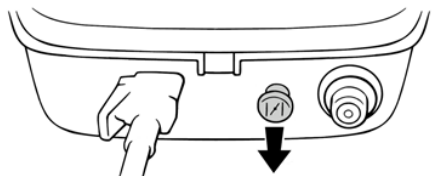

Рис. 15 Рычаг управления воздушной заслонкой
5. Если двигатель лодочного мотора холодный, при запуске вытяните рычаг управления воздушной заслонкой (закрытое положение) (Рис. 15). Полностью задвиньте рычаг, когда двигатель лодочного мотора прогреется.